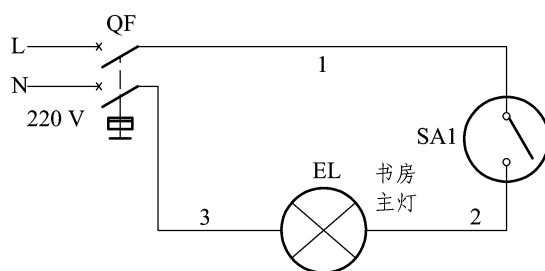

图 2.3.1 书房照明线路原理图
1. 绘制如图 2.3.1 所示的书房照明线路原理图，并写出电气符号所代表的元器件名称。
① L 表示：_____；② N 表示：_____；③ SA1 表示：_____；
④ EL 表示：_____；⑤ QF 表示：_____。